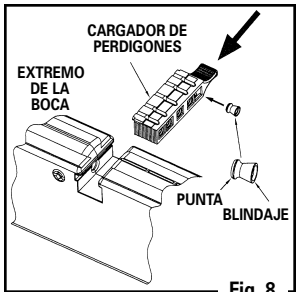

Fig. 8
- Coloque un perdigón (con la punta primero) en cada una de las cinco recámaras para perdigones (Fig. 8). **IMPORTANTE:** Para evitar los atascamientos o la deformación de los perdigones, asegúrese que el blindaje de cada perdigón esté al mismo nivel o ligeramente más abajo que el aro de la recámara para perdigones.